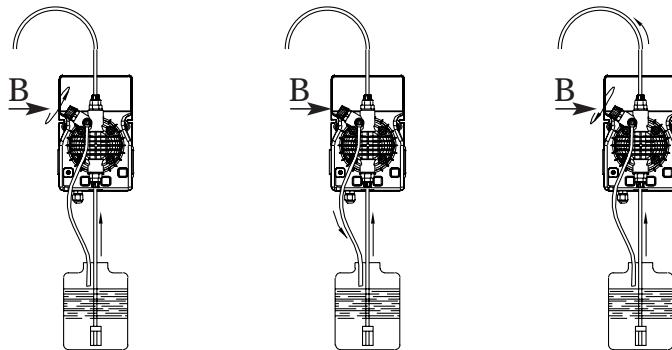

Fig. 8
Wanneer de pomp wordt afgekoppeld van het leidingwerk kunnen de beschermingskapjes weer worden teruggeplaatst om lekkage te voorkomen. Voor het aansluiten van de persleiding op het systeem, dient de pompkop en leidingen te worden ontluucht zoals getoond in fig. 8. Alvorens de persleiding definitief te bevestigen, dient te worden gecontroleerd of de slagen van de pomp geen bewegingen van de complete pomp tot gevolg hebben. In het geval van aanzuigproblemen, kan met een injectiespuit aan de persleiding vloeistof worden aangezogen. Herhaal dit tot de vloeistof in de injectiespuit loopt. Gebruik een kort stuk leiding om de injectiespuit aan de persaansluiting aan te sluiten. Indien de pomp is voorzien van een ontluuchtingspompkop, draai dan de ontluuchtingskraan (B) open tot alle lucht uit de pomp is verwijderd.